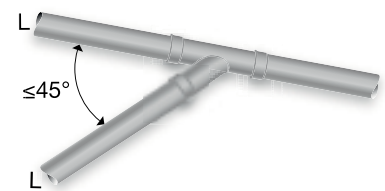

Fig. 15
- Liggande ledningar (L) som ska anslutas från motsatt håll till samma stående ledning (S) med dubbelgrenrör ska anslutas med vinkel  $\alpha \leq 45^\circ$ . Se fig. 15.